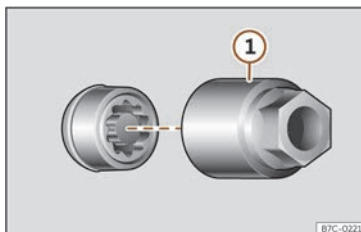

Fig. 41 Parafuso antirroubo da roda con capuchón e adaptador.
- Encaixe o adaptador especial»» **fig. 41 ①** (ferramenta de a bordo»» páx. 48) no parafuso antirroubo da roda ata o tope.